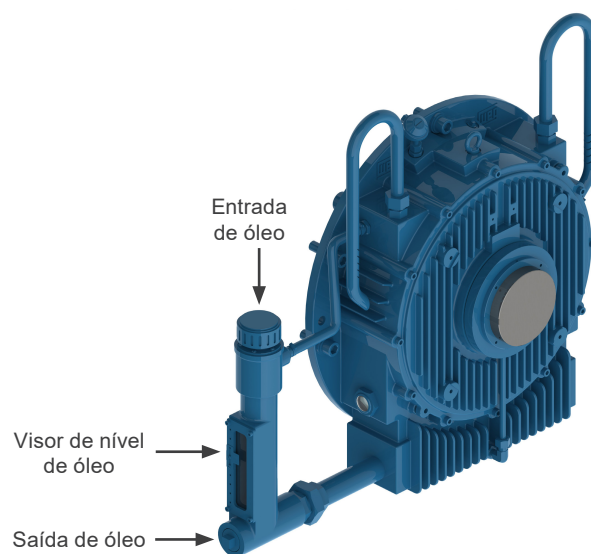

Figura 8.2: Mancal horizontal de rolamento lubrificado a óleo
- Drenar o óleo através do dreno localizado na parte inferior da carcaça do mancal (conforme Figura 8.2 na página 228).